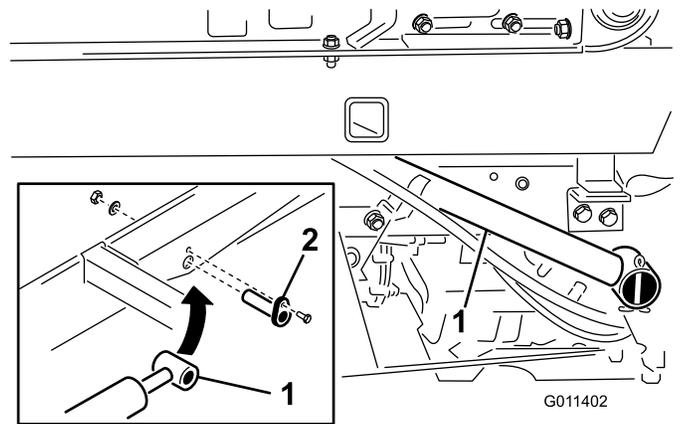

图 11
1. 用保险销将各个提升油缸杆端固定到铺沙机底座上 图 11。
2. 用平头螺丝 1/4 x 3/4 英寸、扁平垫圈和螺母将各个保险销固定至铺沙机底座上 图 11。